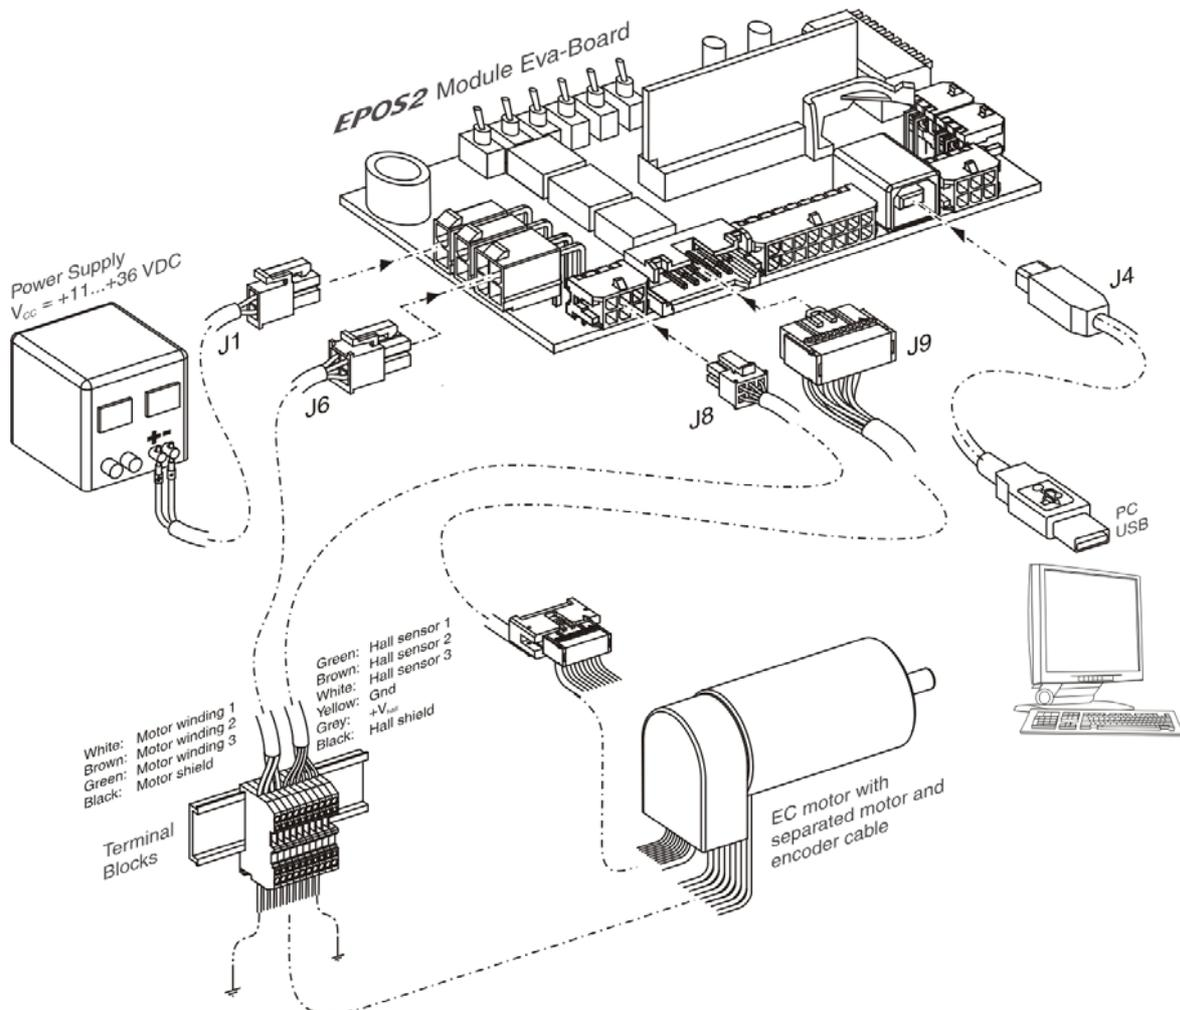

図 3-4 最小限の配線 : maxon EC motor
- 3) 下表および下図をご参考にケーブル類を接続してください。(→ 表 3-6 および 図 3-4)